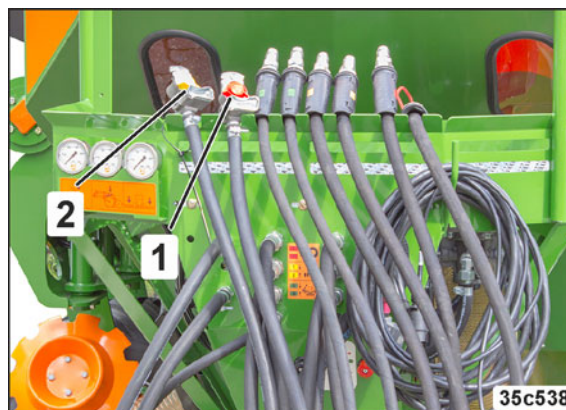

Fig. 131
- et transportrør (Fig. 131/1) med koblingshoved (rødt)
- et bremserør (Fig. 131/2) med koblingshoved (gult)